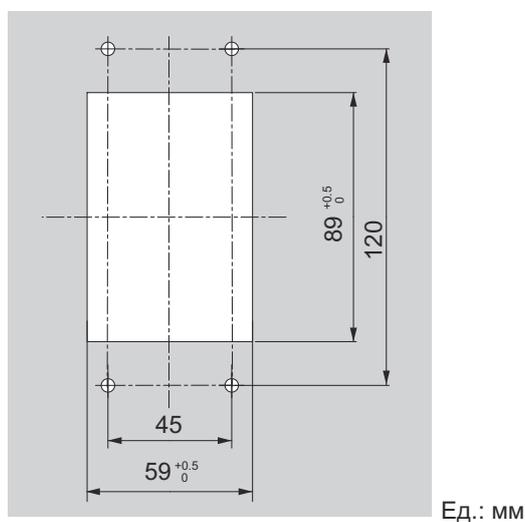

Рисунок 2.9 Размеры отверстий (Внутренний/утопленный монтаж)
1. Вырежьте отверстие в стенке шкафа для установки цифровой панели (см. Рис. 2.9).